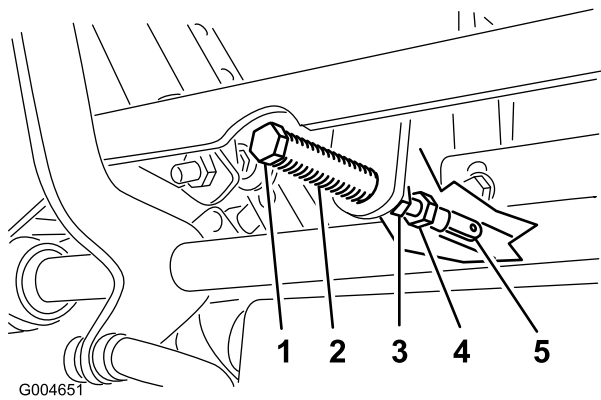

図 59
5. クレビスピン(ピボットシャフトの上のアームについている)がスロットの端部に接触する(スプリングに圧力が掛かり始める位置)まで、レバーを手前に引く(図 59)。
7. 調整が必要な場合は、ジャムナットをゆるめて調整ナットをヨーク側に移動できるようにする(図 59)。
8. コントロールレバーを軽く手前(後退側)に引きながら、調整ボルトを回して、コントロールレバーがちょうどニュートラル固定位置にくるように調整する(図 59)。
9. ナットとジャムナット(図 59)を締め付ける。
10. ボールジョイント部でジャムナット(図 59)を締めつける。